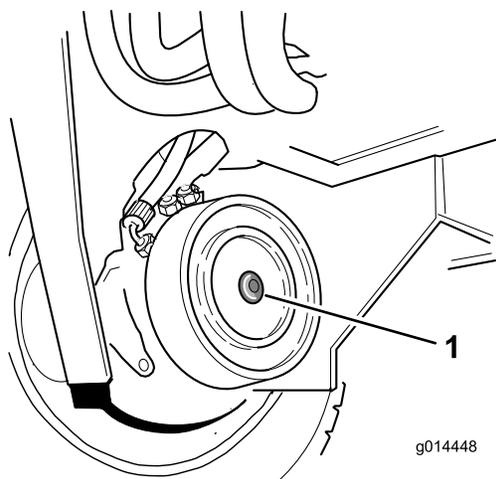

Figura 45
2. Identificate il gruppo freno a disco anteriore destro e rimuovete il tappo esagonale (Figura 45).